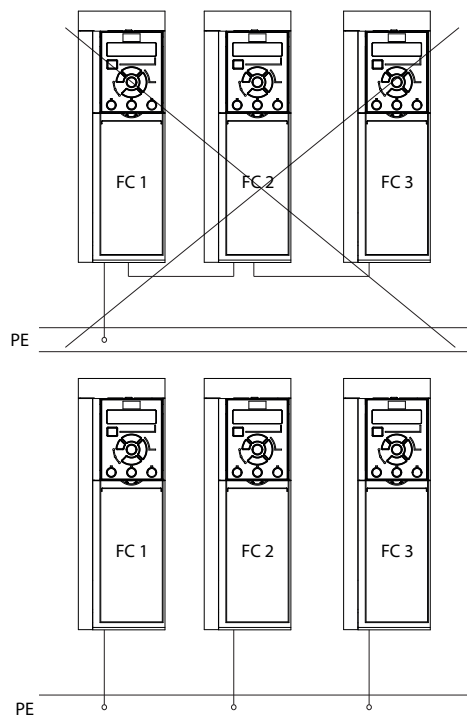

图 3.3 接地原理
- 请勿以“菊花链”方式将一台变频器的地线连接至另一变频器的地线上(参阅图 3.3)